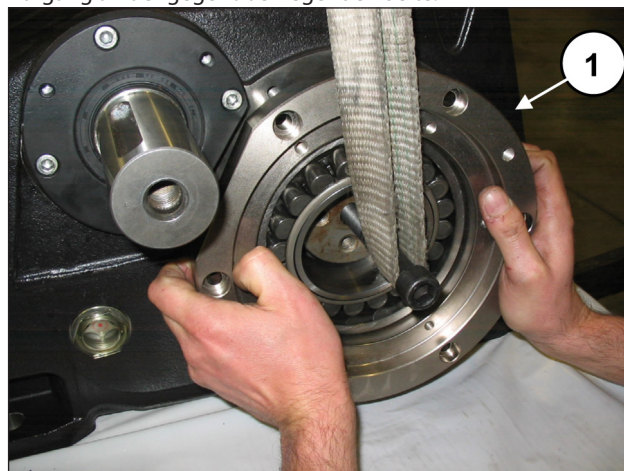
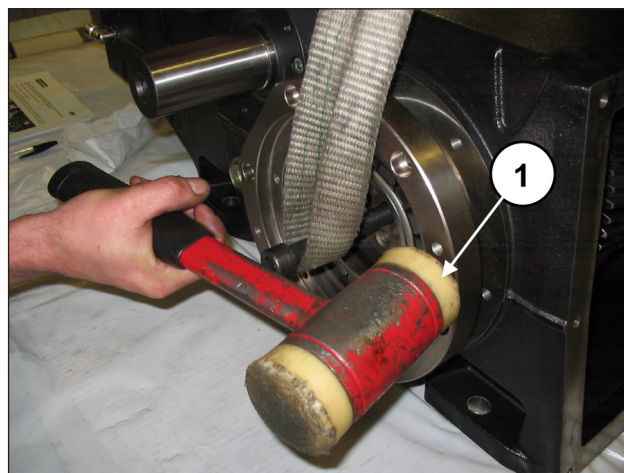

Abb. 72
Abb. 73
Wiederholen Sie den Vorgang beim anderen Deckel. Arretieren Sie die drei Pleuelgruppen mit dem entsprechenden Werkzeug Art. 27566200 (Pos. ①, Abb. 40). Setzen Sie zwei Gewindestifte M16 an das Ende der Kurbelwelle und treiben Sie bei angehobener Welle (Pos. ①, Abb. 72) den Lagerdeckel samt Lager und O-Ring (Pos. ①, Abb. 73) mithilfe eines Schlagwerks ein. Wiederholen Sie den Vorgang an der gegenüberliegenden Seite.